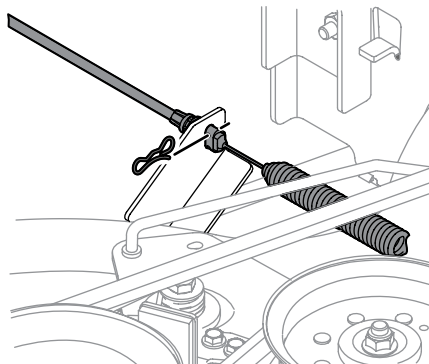

Figura 4-10
9. Remova cuidadosamente o cabo do PTO da traseira do deck de corte removendo o grampo-trava que o prende. Remova a mola do suporte da roda louca do deck. Veja Figura 4-10.